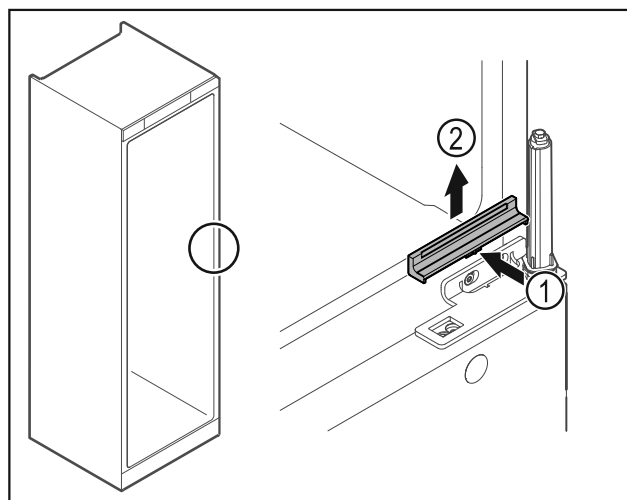

Fig. 26
- ▶ Ostonę Fig. 26 (1) należy lekko docisnąć po środku i wyciągnąć do góry Fig. 26 (2).